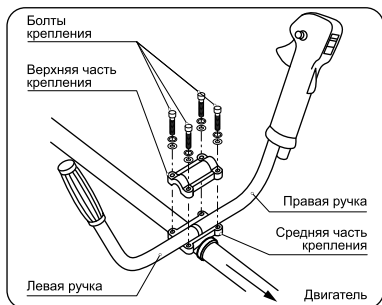

рис. 1
3. Снимите нижнюю часть крепления рукояток, выкрутив 2 винта. Зафиксируйте крепление рукояток на штанге, как показано на рис. 1.
4. Снимите верхнюю часть крепления рукояток, выкрутив 4 винта (рис. 1). Установите рабо-
чие рукоятки (рис. 1). Правая рукоятка снабжена органами управления двигателем, курок правой рукоятки должен быть направлен в сторону редуктора.